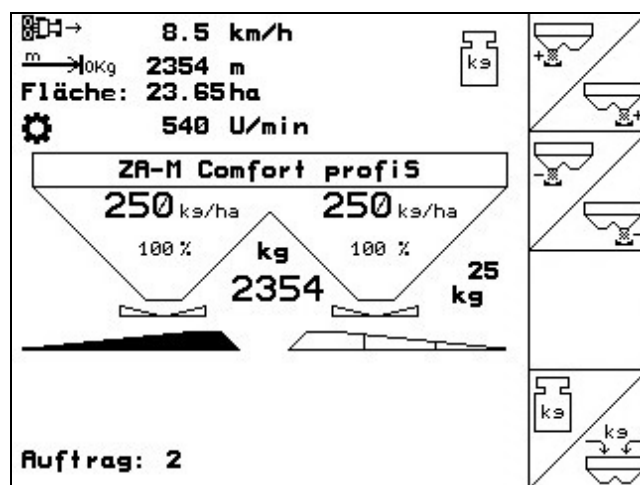

Fig. 6
- Under arbeidet viser **Arbeidsmenyen** (Fig. 6) alle nødvendige sprededata. Sprederen betjenes herfra under spredningen.